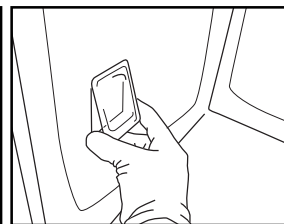

Fig. 9
5. Sæt lampeglasset på igen, og tryk det imod ovnvæggen, indtil det klikker på plads (Fig. 9).